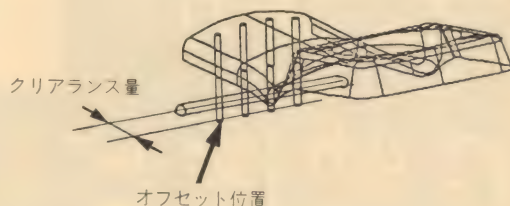

図 11
①長手 $L$ 方向のサーフィス面端部水穴からクリアランス分だけ $L$ 方向にオフセットした位置を求める (図 11)。
②幅方向両端距離 $L$ をエジェクタ・ピン最小ピッチで除した値の小数点以下切下げ値で再度除し、等間隔配置のピン・ピッチ  $P_p$  を求める。
③①で求めたオフセット上にピン・ピッチ  $P_p$  で等間隔にエジェクタ・ピンを配置する。
④エジェクタ・ピン中心位置の面勾配をチェックし、臨界勾配角以上の勾配があるときはエジェクタ・ピンの配置を行わない。
⑤エジェクタ位置に面がないときはエジェクタ・ピンの配置は行わない。
⑥同様に長手方向にピン・ピッチ  $P_p$  をもって、千鳥にエジェクタ・ピンを配置する。
⑦エジェクタ・ピンと水穴とのクリアランスをチェックし、最小クリアランス以内のエジェクタ・ピンは最小クリアランスを保つ位置に移動させる。
⑧ピンの長さは、指定された深さの基準面からサーフィス面上の投影された位置までの距離である。
⑨サーフィス面の端部には、千鳥状になるようにエジェクタ・ピンを配置する。
⑩ピンとサーフィス面との交線を求め、その交線で囲まれるサーフィス面の面積を求める。これは面圧計算に利用する。
⑪ピンにはピン番号を属性値として付加し、画面に表示する。